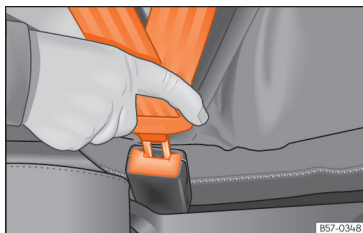

Fig. 21 Inserir a lingueta do cinto de segurança no fecho correspondente.
- Encaixe a lingueta no fecho do respetivo banco »» **Fig. 21.**